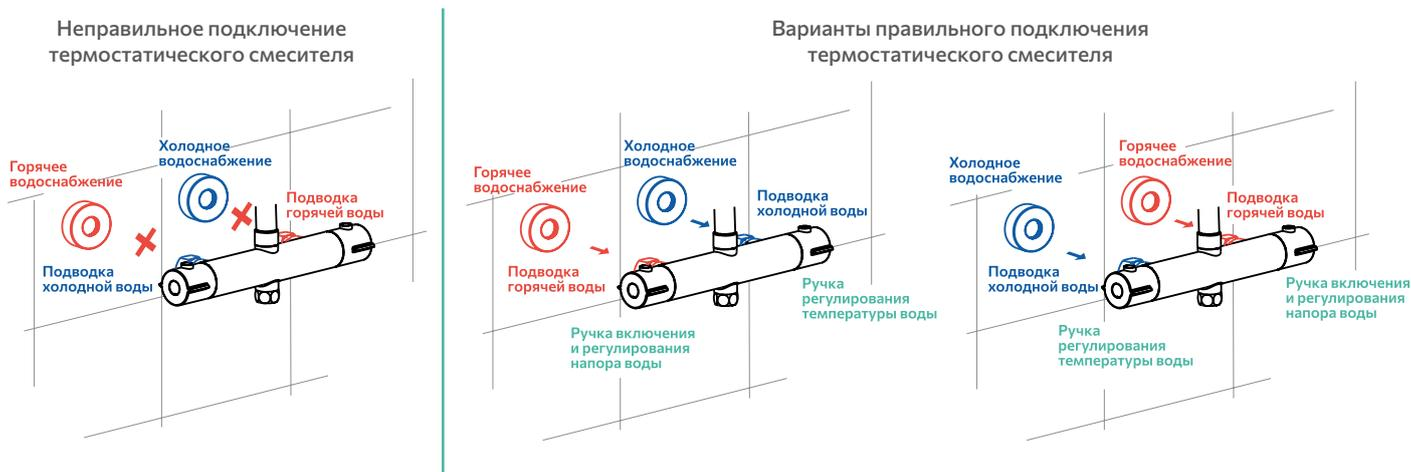

Рис. 5
1. Благодаря симметричному корпусу монтаж универсального термостатического смесителя возможен при любом расположении труб горячей и холодной воды. Достаточно перевернуть смеситель и подключить его к воде согласно расположению розеток (рис. 5).